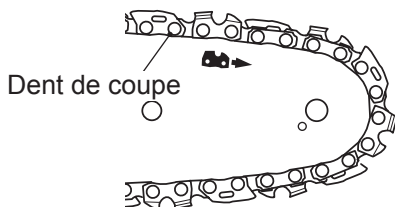

Fig. 6
4. Tendez la chaîne de sciage (20) en orientant les bords coupants dans le sens de la rotation.
Faites glisser la chaîne de sciage (20) dans la rainure autour du guide-chaîne (19). Assurez-vous que la chaîne de sciage (20) est installée dans le bon sens de rotation (Fig. 6).